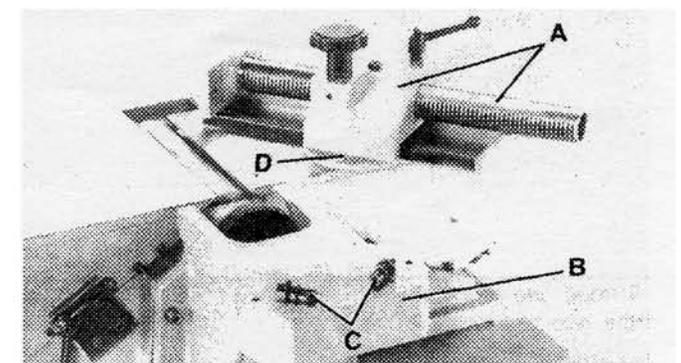

FIGURE 9
1. Fixez le chariot du guide (A) Fig. 9, au support de montage (B) en utilisant deux boulons à tête cylindrique, rondelles à ressort, et rondelles (C) à travers des trous du guide, Un des trou est illustré (D).